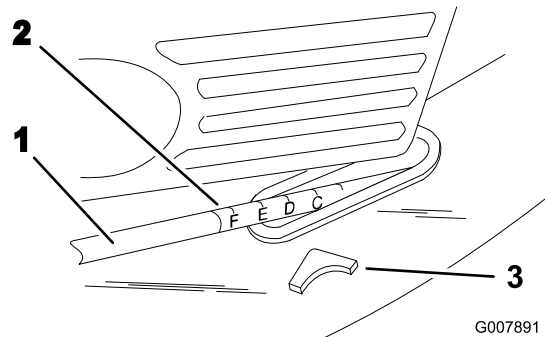

Bild 17
3. Heben Sie den Griff an oder drücken ihn nach unten. Verwenden Sie dabei den Zeiger und die Schnitthöheneinstellung am Verbindungsgestänge, um den Rasenmäher auf die korrekte Schnitthöhe einzustellen (Bild 17).